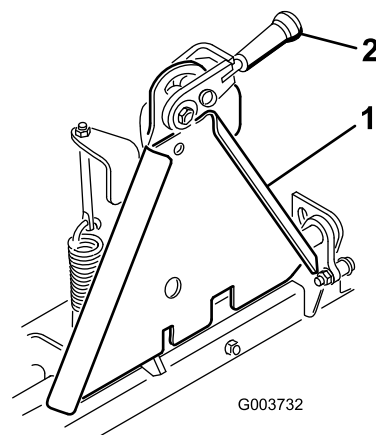

Figura 1
Notă: Asigurați-vă că maneta de blocare (Figura 1) este pivotată spre stânga (poziția deblocată), privind din partea frontală a mâinii.
5. Pivotați maneta de blocare spre dreapta pentru a bloca adaptoarele (Figura 1).